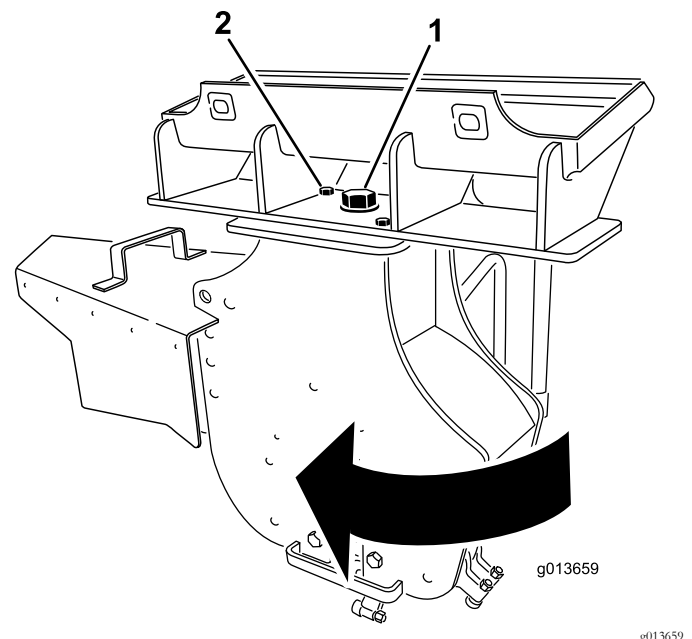

Figura 13
3. Afloje el perno grande situado encima del desbastador (Figura 13).
4. Retire el perno delantero y la tuerca que sujetan el desbastador (Figura 13).
5. Gire el desbastador 30 grados en el sentido de las agujas del reloj (Figura 13).
6. Apriete el perno grande situado encima del desbastador a 406 N·m, según se muestra en Figura 13.
7. Instale el perno y la tuerca en el taladro delantero y apriételes a 101 N·m, según se muestra en Figura 13.
13. Afloje el perno grande situado encima del desbastador (Figura 13).
14. Retire el perno delantero y la tuerca que sujetan el desbastador (Figura 13).
15. Gire el desbastador 30 grados en el sentido contrario a las agujas del reloj (Figura 13).
16. Apriete el perno grande situado encima del desbastador a 406 N·m, según se muestra en Figura 13.
17. Instale el perno y la tuerca en el taladro delantero y apriételes a 101 N·m, según se muestra en Figura 13.